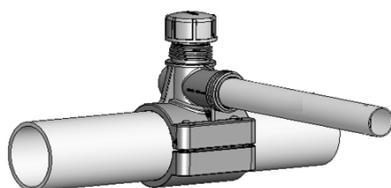

figura 10
Passo 5 – Faça a conexão do tubo Amanco Ramalfort no tê de serviço ou colar de tomada (Figura 10).